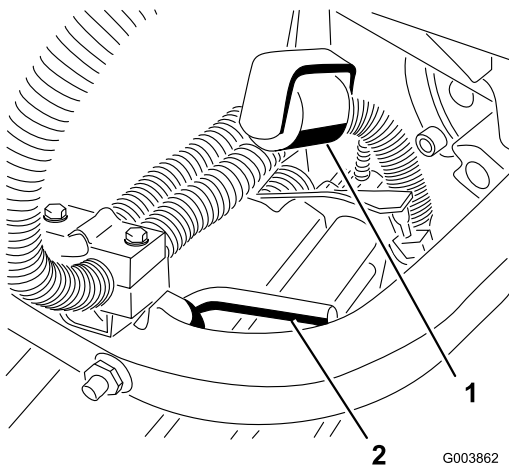

Figura 12
10. Verifique o ajuste dos rolos de bloqueio (Figura 12). Quando estiverem totalmente ajustados, os rolos entram em contacto com as alavancas de bloqueio nos braços de elevação traseiros e suportam as unidades de corte quando estiverem completamente levantados.